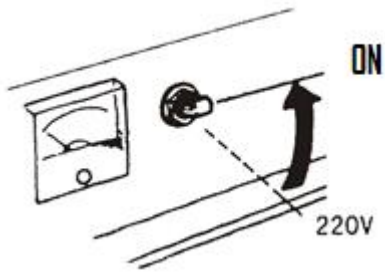

Рис. 33
6.8 Умикніть перемикач змінного струму (Рис. 33).